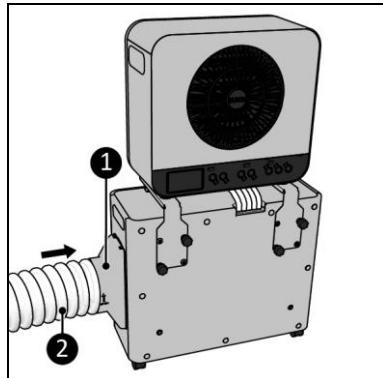

Abbildung 15
- Schließen Sie den Adapter (Abbildung 15, Pos. 1) an der Seite des Außengeräts an (Abbildung 15, Pos. 1).
- Dehnen Sie den Wärmebluftsenschlauch (Abbildung 15, Pos. 2) an einem Ende leicht und schrauben Sie ihn (gegen den Uhrzeigersinn) auf den Adapter.
3. Der Adapter (Abbildung 15, Pos. 1) und der Wärmeabluftschlauch (Abbildung 15, Pos. 2) müssen seitlich am Außengerät angeschlossen werden.